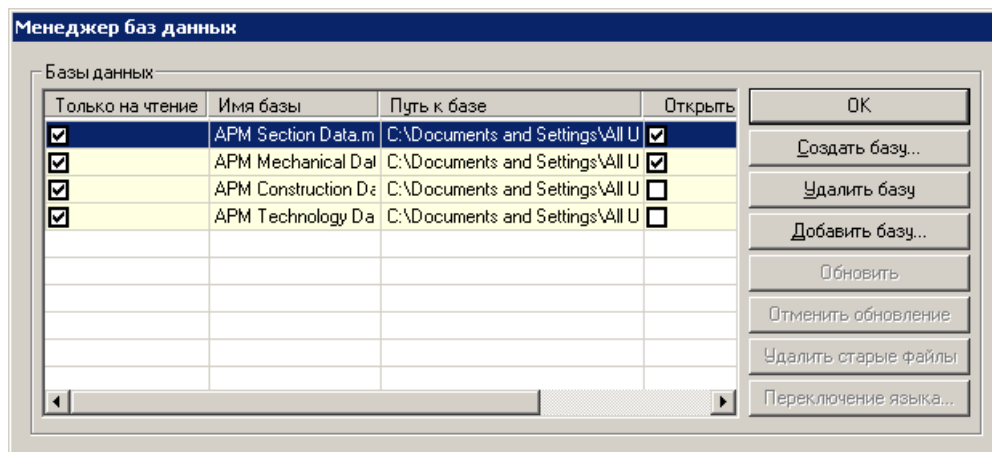

Рис. 3.3. Диалоговое окно **Менеджер баз данных**
В рассматриваемом случае в качестве поперечного сечения используется стандартный профиль, поэтому целесообразно вставить его контур из базы данных. Для этого переходим в режим вставки объекта из базы данных нажатием одноименной кнопки  панели инструментов **Рисование** (команда **Рисовать/Блок/Вставить объект из базы данных**). После этого в дополнительном окне, находящемся в левой части окна редактора сечений, откроется дерево базы данных, сформированное предыдущими обращениями к базе, причем не обязательно из модуля APM Beam. Если к текущему моменту обращений к базе данных еще не было и дерево пусто, нажмите на панели **Инструменты** кнопку  **Менеджер баз данных** (команда **Инструменты/Менеджер баз данных...**) и в открывшемся диалоговом окне (рис. 3.3) отметьте флажком одну или несколько баз данных, в которых находятся необходимые параметрические библиотеки сечений. Библиотеки стандартных сечений расположены в разделе **Сортаменты** в следующих базах данных, поставляемых с системой APM Civil Engineering 2010:
**Замечание.** Если список не содержит необходимых баз данных, их можно добавить, нажав соответствующую кнопку диалогового окна (см. рис. 3.3) и указав путь к нужным базам. Перед тем как внести базу в список **Менеджер баз данных**, необходимо в проводнике Windows выбрать команду меню **Сервис/Свойства папки** и установить переключатель **Скрытые файлы и папки** вкладки **Вид** появившегося диалогового окна в положение **Показывать скрытые папки и файлы**, т.к. папка **Application Data** является скрытой.